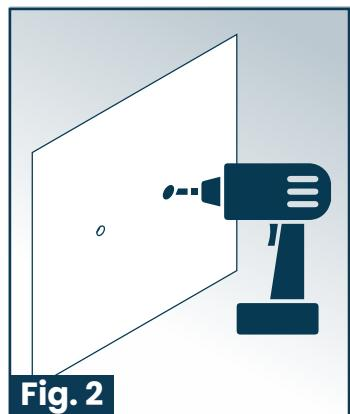

Fig. 2
4. Use the drill and coordinating drill-bit type and size for the wall material, to drill the bolt holes. (Fig. 2)
- Utilice el taladro y el tipo y tamaño de broca correspondientes al material de la pared para taladrar los orificios de los pernos. (Fig. 2)